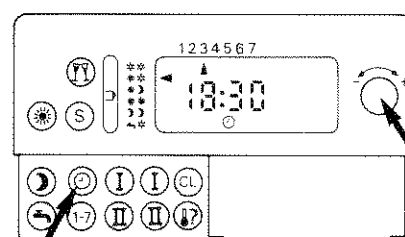

Abb. 4
4. Obengenannte Einstellungen an der Bedieneinheit durchführen (Abb. 4).